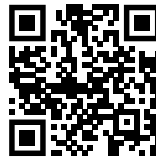

Fig. 113
- ▶ Deschideți Liebherr SmartMonitoring Dashboard. (vezi Fig. 113)